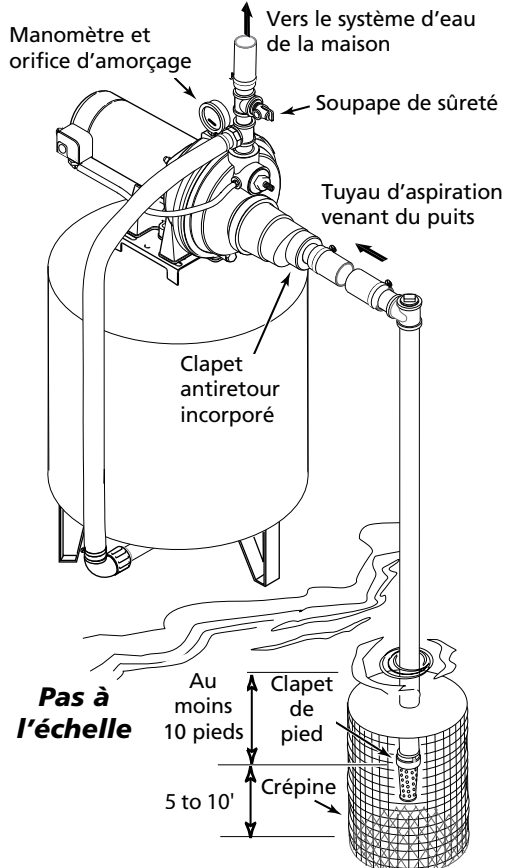

Figure 7 – Installation pour les eaux de surface
3. Assembler le clapet de pied et le tuyau d'aspiration (voir la Figure 7). S'assurer que le clapet de pied fonctionne librement. Utiliser du ruban d'étanchéité en PTFE pour filetage sur les raccords de tuyaux filetés. Poser une crépine autour du clapet de pied pour le protéger contre les poissons, les déchets, etc. (voir la Figure 7).
5. Poser le té d'amorçage, le bouchon d'amorçage et le tuyau d'aspiration sur la pompe (voir la Figure 7). Supporter le tuyau de façon qu'il ne soit pas cintré afin qu'il n'exerce pas de contraintes sur le corps de la pompe; de plus, il doit être légèrement incliné vers le haut, du puits jusqu'à la pompe (les points hauts risquent de causer des poches et des bouchons d'air dans la pompe). Rendre étanches les joints du tuyau d'aspiration avec du ruban d'étanchéité en PTFE pour filetage. Les raccords doivent être étanches à l'air et à l'eau. Si le tuyau d'aspiration aspire de l'air, la pompe ne pompera pas l'eau du puits.